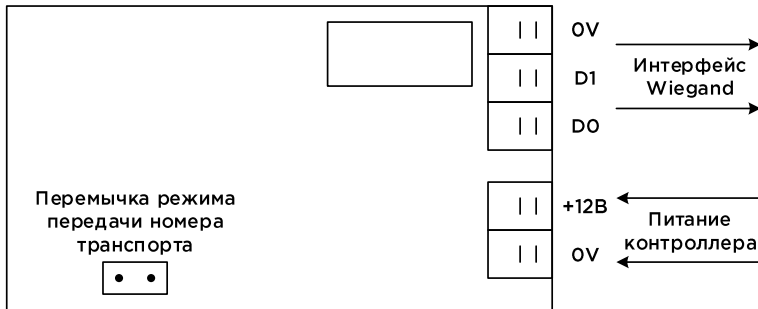

Рис.4
2. Чтение номера транспорта: информационный канал проток. Wiegand-26 (рис.4),
Режим передачи номера транспорта настраивается переключателем контроллера **W** (рис.4):
#### Клеммы и переключатели контроллера исполнений W, WE (рис.4):